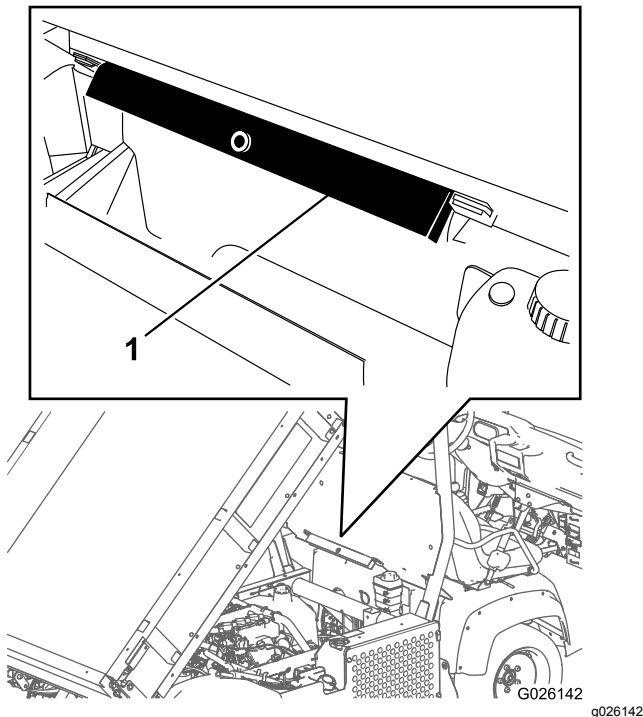

Figure 28
2. Sortez la béquille de sécurité des supports de rangement au dos du panneau du système ROPS (Figure 28).